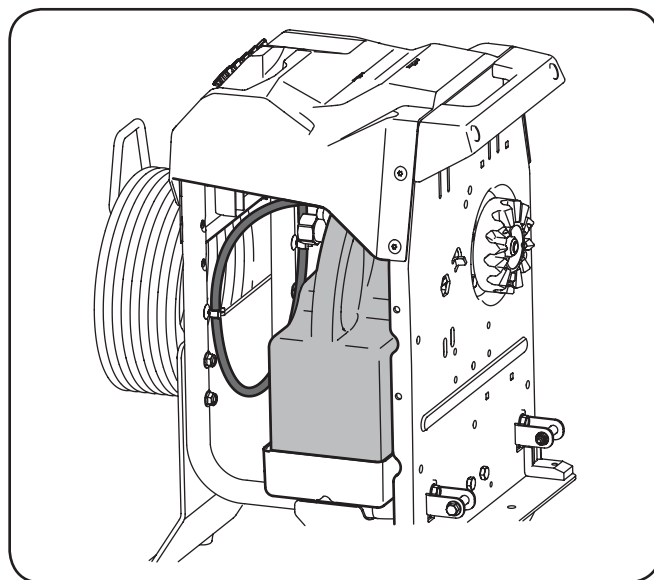

Figura 3-10
5. Sólo debe colocar el recipiente de jabón en la bandeja para el jabón e insertar el tubo de entrada del jabón en el recipiente como se indica en la Figura 3-10. El recipiente de jabón NO está incluido.